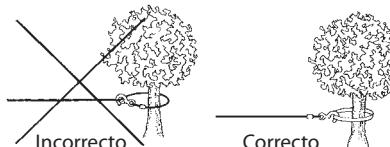

Figura 4
9. NUNCA HAGA UN LAZO CON EL CABLE ya que podría dañarse. Utilice una eslina de nylon (Figura 4).